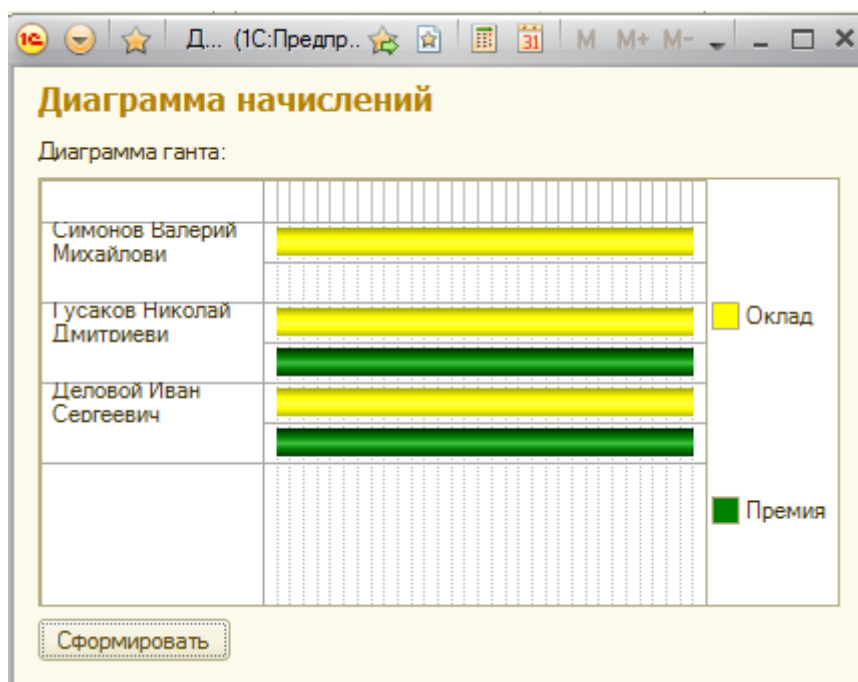

Рисунок 8.35 Отчет «Диаграмма начислений»
14. Запустить 1С:Предприятие. Сформировать отчет (рис. 8.35)